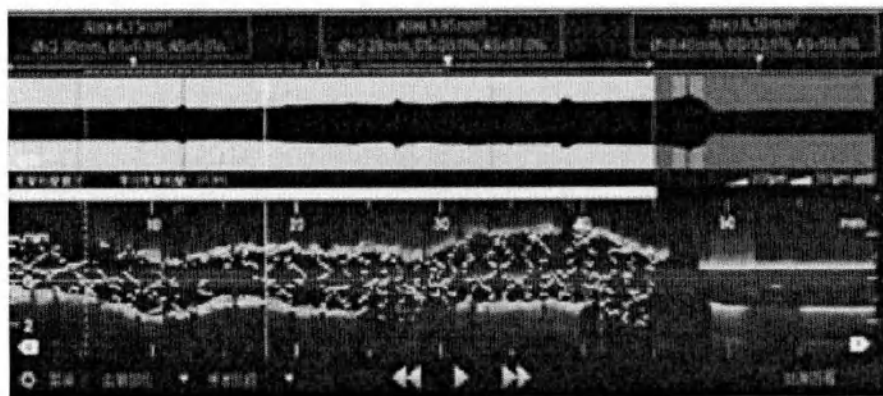

Рисунок 20
3. Автоматический расчет (рисунок 20)